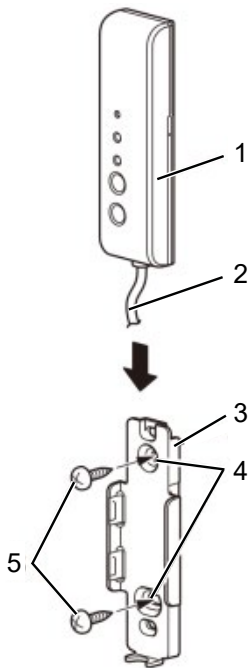

Abbildung 8: Halterung des WLAN-Adapters
5. Die Halterung des WLAN-Adapters außerhalb des Innengeräts an geeigneter Stelle mit den mitgelieferten Schrauben montieren (siehe „Abbildung 8: Halterung des WLAN-Adapters“ auf Seite 20).